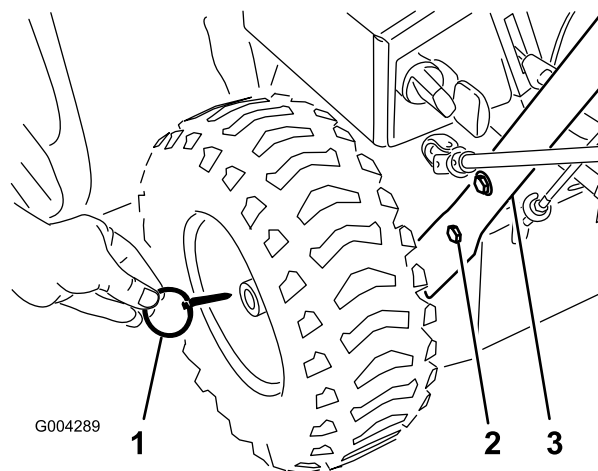

Figura 3
2. Togliete i perni dell'asse da entrambe le ruote (Figura 3) e fate scorrere le ruote verso l'esterno dell'asse di circa 2,5 cm.
- Allineate i fori del lato sinistro del gruppo stegola con i fori della piastra sul lato sinistro dello spazzaneve, e fissate saldamente a mano la stegola con le due viti a testa cilindrica e le rondelle Belleville (Figura 3).